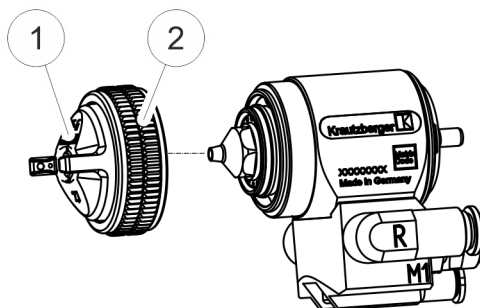

Fig. 16: Montaggio del dado a risvolto con l'ugello dell'aria
- 12.** ► Riavvitare il dado a risvolto (Fig. 16/2) insieme all'ugello dell'aria (Fig. 16/1).